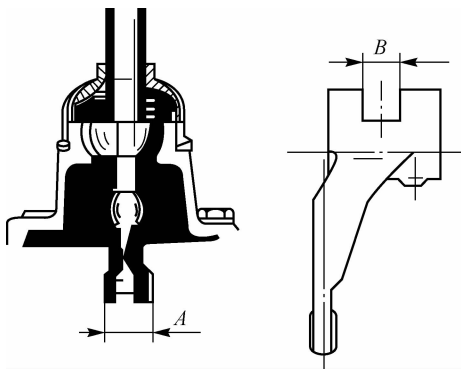

图 6-13 检查变速杆下端弧形工作面与拨叉导块凹槽配合间隙
(3)如果变速器不能挂入所需要的挡位,或挂挡后不能退回空挡,应拆下变速杆,检查变速杆下端弧形工作面和拨叉导块凹槽磨损是否过大,如图 6-13 所示。若磨损过大,应予以修理。